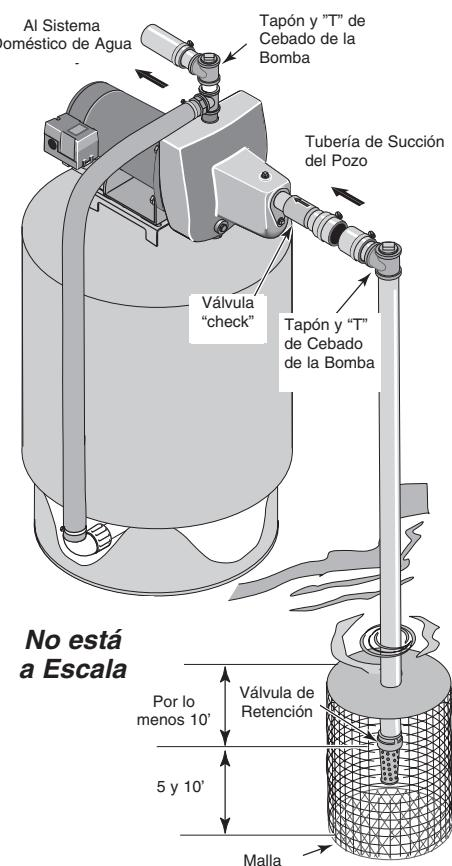

Figura 3: Instalación para agua superficial
INSTALACION PARA AGUA SUPERFICIAL (Figura 3)
2. Instale una válvula de retención y la tubería de succión (vea la Figura 3). Asegúrese de que la válvula de retención funcione libremente. Utilice cinta sellante de PTFE para roscas de tubería para juntas de tuberías den las juntas roscadas de la tubería. Proteja la conexión de la válvula de retención de peces, basura, etc., con la instalación de una malla de alambre a su alrededor (Vea la Figura 3).
4. Instale una “T” para cebar, tapón para cebar y la tubería de succión a la bomba (vea la Figura 3). Soporte la tubería para que no haya inclinaciones verticales o hundimientos en ella a fin de que no ejerza tensión sobre el cuerpo de la bomba y con el propósito de que no se incline ligeramente hacia arriba desde el pozo hacia la bomba (los puntos altos pueden ocasionar que se formen bolsas de aire que pueden bloquear la bomba). Selle las juntas de la tubería de succión con cinta sellante de PTFE para roscas de tubería para juntas de tuberías. Las juntas deben ser a prueba de agua o estar herméticamente cerradas. *Si la tubería de succión pudiera succionar aire, la bomba no podrá sacar agua del pozo.*